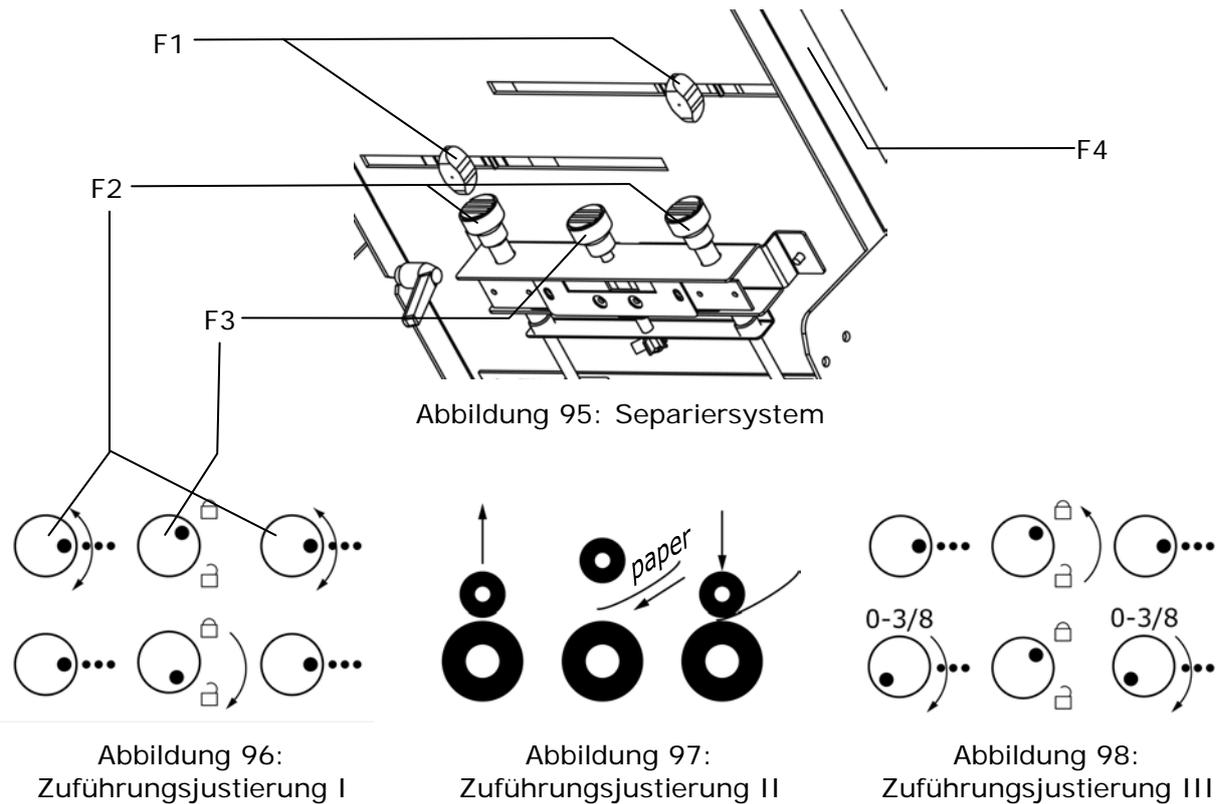

Abbildung 96:
- Überzeugen Sie sich davon, dass die beiden äußeren Justierknöpfe (F2) des Separiersystems zentriert sind ( ••• -Position ). Entsperren Sie das Separiersystem, indem Sie den Separierfeststellgriff (F3) im Uhrzeigersinn drehen (siehe Abbildung 96).